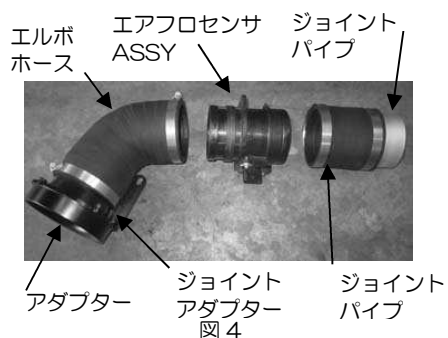

図 4
- 1) アダプター、ジョイントアダプター、エルボホース、ジョイントパイプ、ストレートホース、ステー、取り外したエアフロセンサ ASSY を、図 4,5,6 を参考に組み立てます。